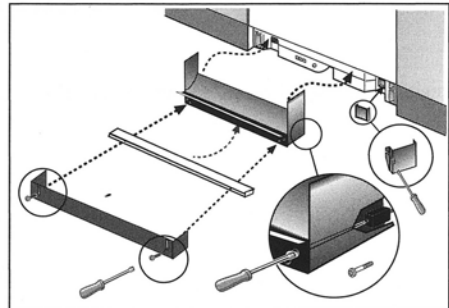

Figura 26
- Coloque la cubierta de la caja de empalme sobre la caja de empalme, introduzca los tornillos y ajústelos (Figura 26).